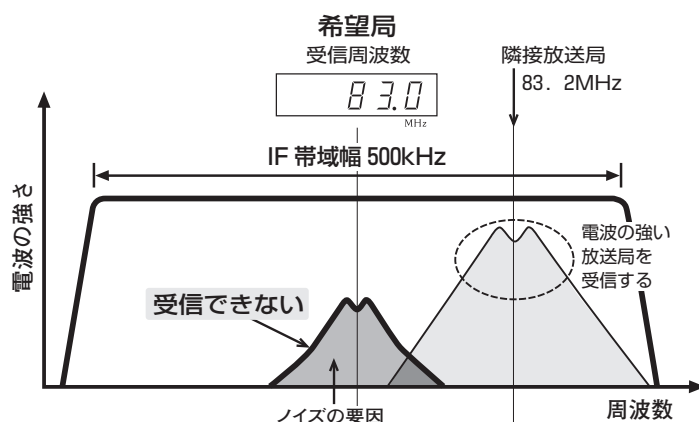

図4 IF 帯域幅 500kHz
② 電波の強い隣接放送局と《可変IF帯域フィルター》の効果
83.0MHzの放送局に受信周波数を合わせて受信するとき隣接した周波数に電波の強い放送局がある例を**図4**に示します。《可変IF帯域フィルター》は標準で帯域幅500kHzのとき、隣接放送局83.2MHzも受信帯域に入ってしまう。FM受信は複数の電波がある場合、強い方を受信する特性(FMのキャプチャー効果)がありますから隣接放送局を受信することになります。本来受信したい83.0MHzの放送電波は隣接放送局とは相関性のないノイズになることがあります。*